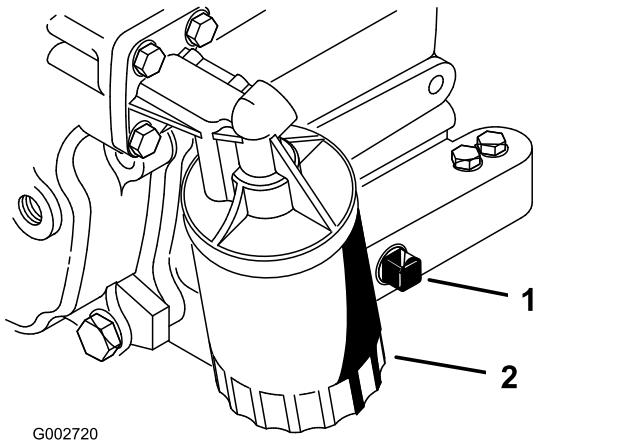

Figura 28
2. Retire el tapón de vaciado (Figura 28) y deje fluir el aceite a un recipiente apropiado. Cuando el aceite deje de fluir, coloque el tapón de vaciado.
3. Retire el filtro de aceite (Figura 28).